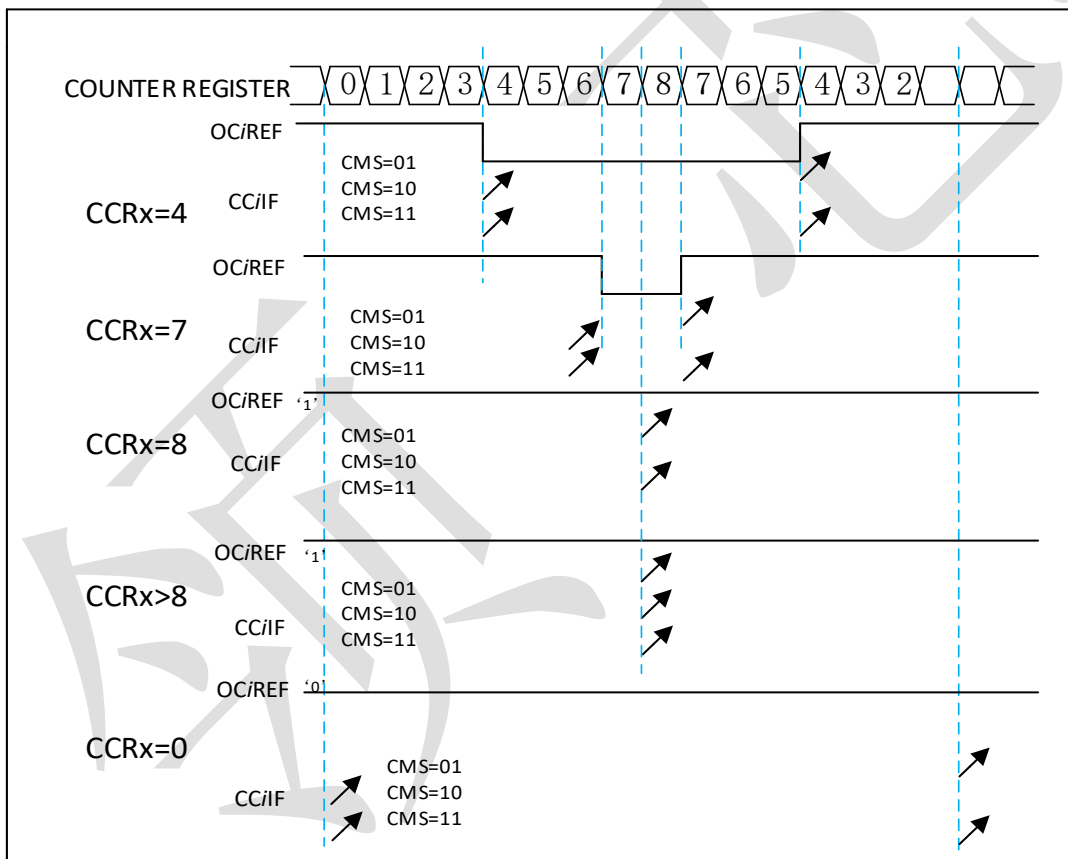

图 13-24 中央对齐模式 PWM（ARR=8）
- 标志位在以下三种情况下被置位（以箭头形式在图 13-24 中标出）